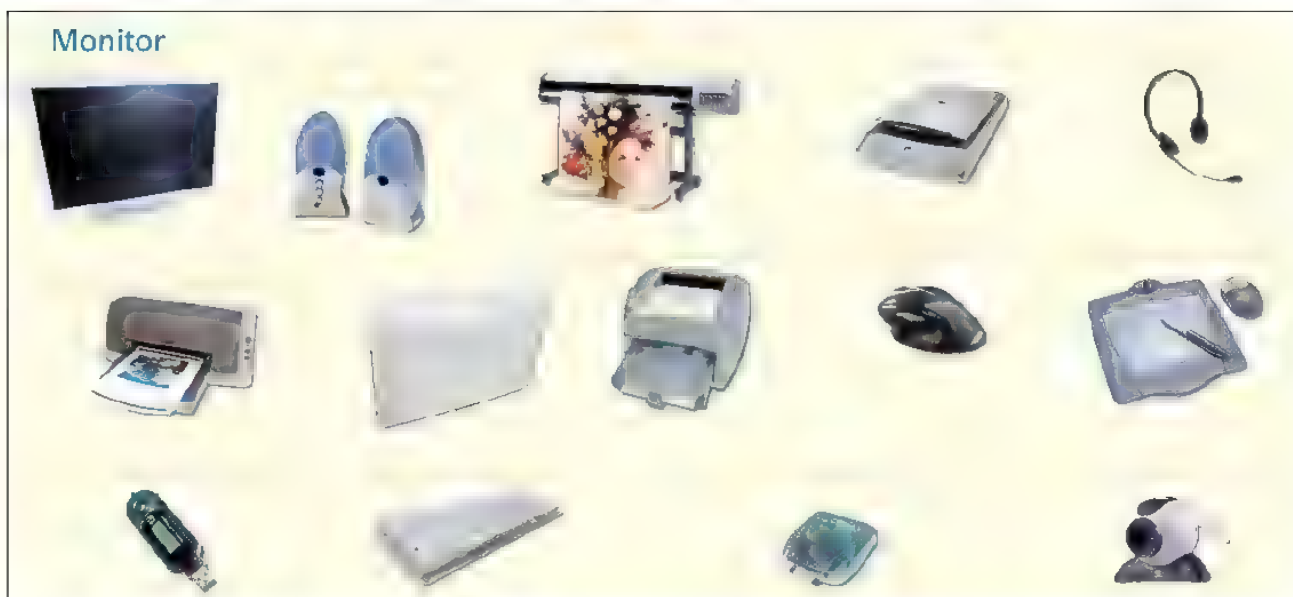

Bild 2: Peripherie für ein Computersystem
1. Auf dem Computermarkt gibt es eine Vielzahl von Peripherie die Sie kennen sollten, um einen Kunden umfassend beraten zu können. Ergänzen Sie in der Übersicht (Bild 2) die fehlenden Bezeichnungen.